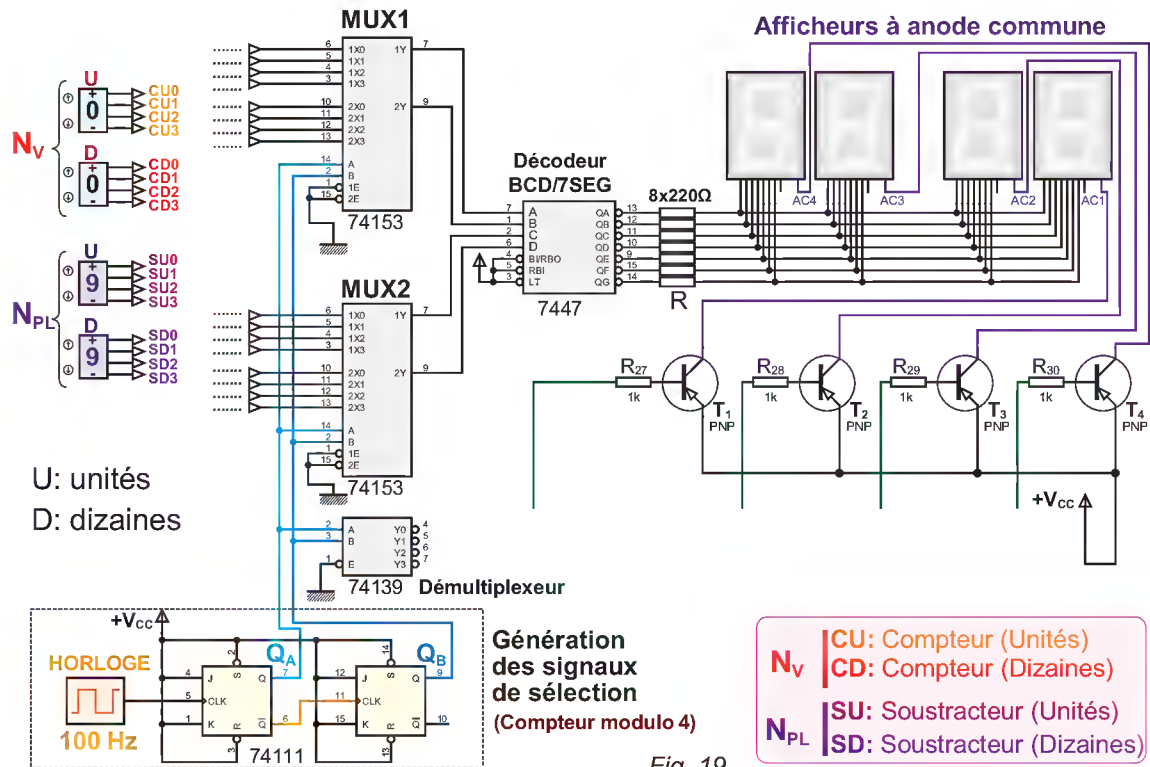

Fig. 19
Pour pouvoir afficher **Nv** et **NPL**, on utilise le montage de la figure 19.
- c- Compléter, à l'aide d'un logiciel, la saisie du schéma de la figure 19 fourni par le professeur.